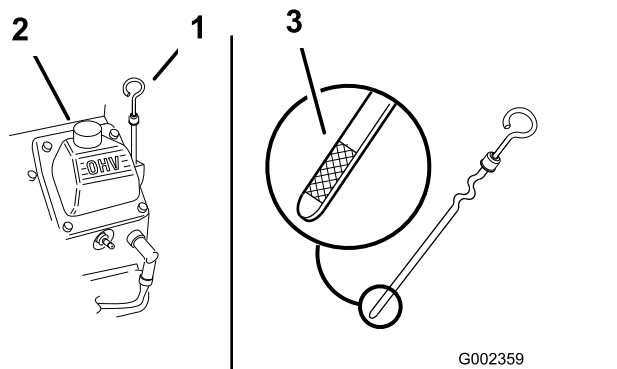

Figura 20
3. Limpe a zona em redor da vareta de óleo (Figura 20), para evitar que entre sujidade no orifício e possíveis danos no motor.
4. Retire a vareta do óleo e limpe a extremidade (Figura 20).
5. Deslize a vareta para dentro do tubo, mas não enrosque (Figura 20).
6. Coloque lentamente cerca de 80% da quantidade de óleo especificada no bocal de enchimento do óleo (Figura 20).